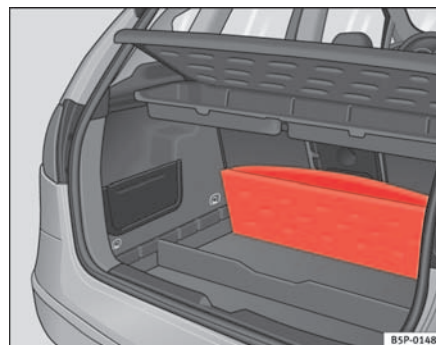

Fig. 103 Sportello vano portabagagli piegabile
- Sollevare il pavimento del vano portabagagli e piegarlo completamente all'indietro ⇒ pag. 140, fig. 103.